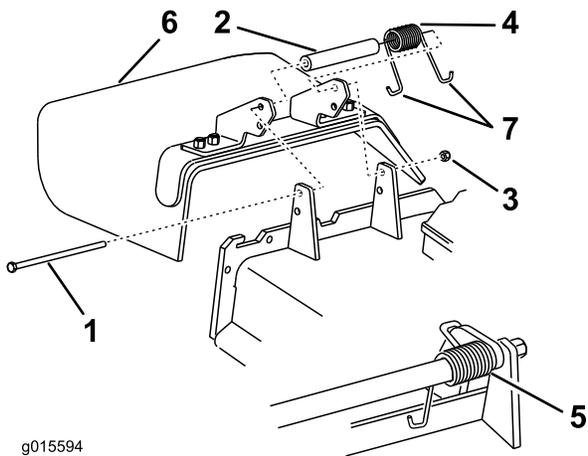

Figure 61
1. Retirez le contre-écrou, le boulon, le ressort et l'entretoise qui fixent le déflecteur aux supports de pivot (Figure 61). Enlevez le déflecteur s'il est endommagé ou usé.
**Remarque:** Prenez soin de placer une extrémité en **J** du ressort derrière le bord du tablier avant de mettre le boulon en place, comme illustré à la Figure 61.
- Remettez le boulon et l'écrou. Accrochez l'extrémité en **J** du ressort au déflecteur d'herbe (Figure 61).